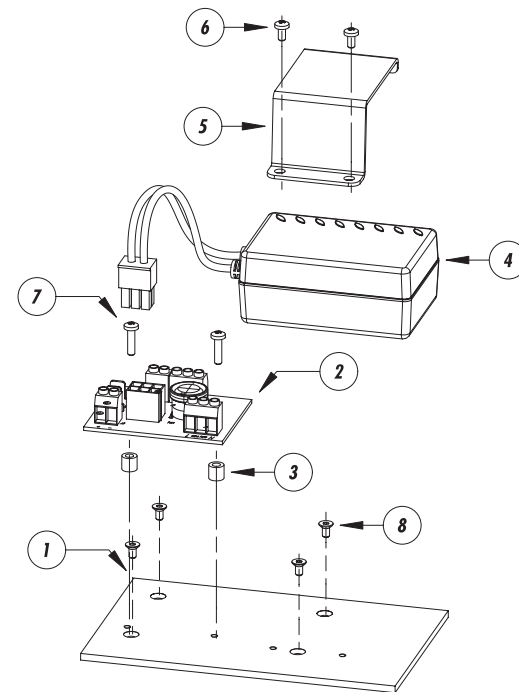

Fig. 1
- Fissare la piastra di adattamento (Fig. 1, punto 1) in plastica ai 4 punti di fissaggio predisposti sul corpo custodia, utilizzando le 4 viti M3x6 (punto 8) in dotazione.
- Visser la plaque (Fig. 1, point 1) en plastique aux quatre tétons de fixation prédisposés sur la face arrière du caisson, en utilisant les vis M3x6 (point 8) fournies en dotation.
- Fix the plastic adapting plate (Fig. 1, point 1) to the 4 pre-arranged fixing points in the housing body, using the supplied 4 M3x6 screws (point 8).
- Die Adapterplatte (Fig. 1, Punkt 1) aus Plastik mit den vier beiliegenden Schrauben M3x6 (Punkt 8) an den vier Befestigungspunkten am Gehäusekorpus fixieren.